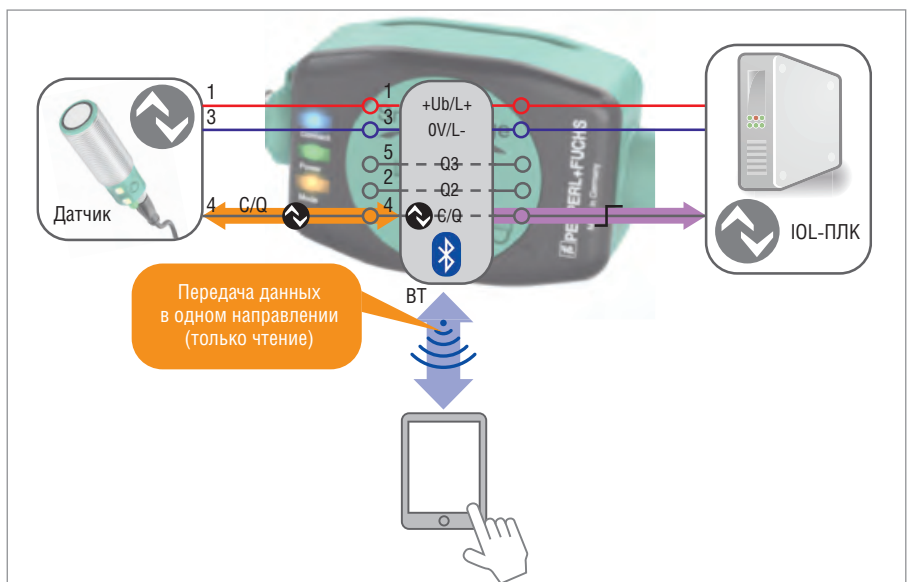

Рис. 5. Работа в режиме просмотра
1. *Режим просмотра (Monitor Mode).* Датчик с интерфейсом IO-Link соединяется с ПЛК через адаптер SmartBridge (рис. 5). Датчик настраивается заранее, и при его работе используется режим предустановленных настроек. Выходные данные с датчика передаются на три объекта: непосредственно в контроллер, на встроенную в адаптер SD-карту и на планшет по протоколу Bluetooth.